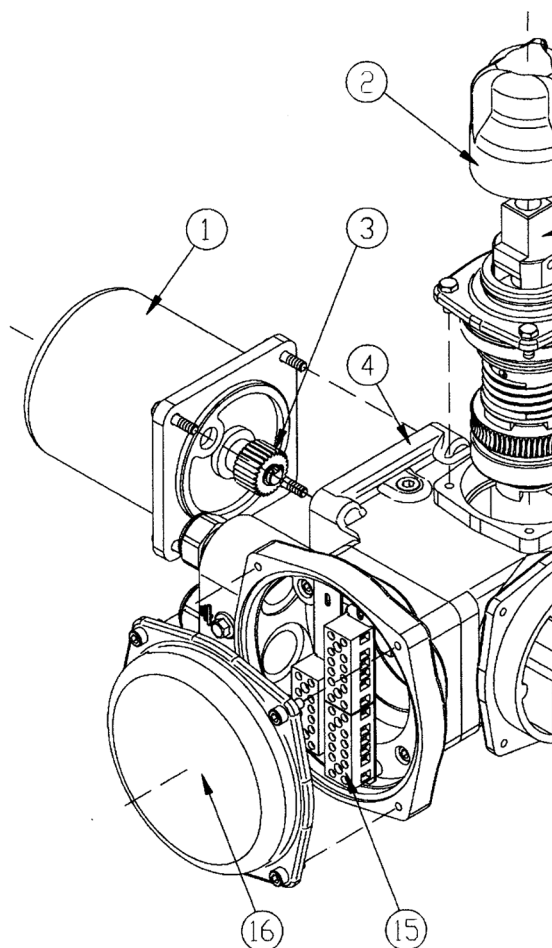
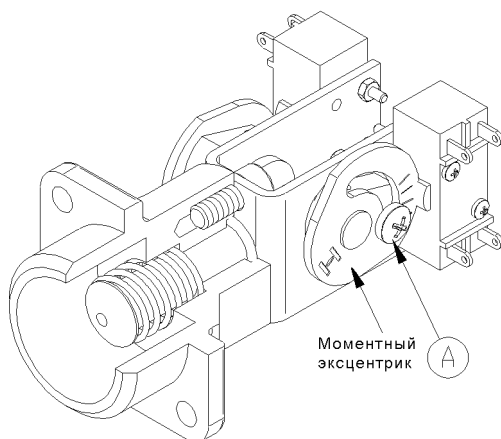

Рис.1 Электропривод ГЗ-А.70
Рис.3 Ограничитель крутящего момента
Электродвигателя (1), червячного редуктора (9, 10), двухсторонней муфты ограничения крутящего момента (моментная муфта) (10, 11, 12), ограничителя хода выходного вала (14), индикатора положения затвора арматуры (13), рычага переключения режимов работы (6), выходного вала (7) и корпусных деталей (рис. 1).
Ограничитель хода выходного вала состоит из микровыключателей (31, 32, 33, 34), кулачков (30), размещенных на валу индикатора положения затвора (13), потенциометра (42) – (если он установлен), шестерни потенциометра (43), которая соединена с индикатором положения затвора (13) (рис. 1, рис. 2).
При ручном управлении вращение от рычага переключения режимов (6) (рис. 1) передается на выходной вал (7) электропривода. Один оборот рычага соответствует одному обороту выходного вала.
Ограничитель хода выходного вала (14) (рис. 1) непосредственно подсоединен через шестерню (5) к выходному валу. После надлежащей настройки ограничителя хода выходного вала индикатор положения затвора арматуры (13) соответствует определенным положениям затвора арматуры независимо от режима работы привода - ручного или электрического.
При достижении предварительно установленной величины крутящего момента в положении ЗАКРЫТО или ОТКРЫТО, либо в случае аварийного заклинивания штока затвора арматуры в промежуточном положении, выходной вал с червячным колесом останавливается, а червячный вал (10), ввинчиваясь в венец червячного колеса (9), вследствие продолжающегося вращения ротора электродвигателя, начинает перемещаться в осевом направлении, сжимая тарельчатые пружины (11) (рис. 1). Величина сжатия тарельчатых пружин определена необходимым усилием уплотнения затвора арматуры и устанавливается при настройке электропривода. Поступательное движение червячного вала приводит к перемещению вала ограничителя крутящего момента (12) (рис. 1). Вал ограничителя крутящего момента (рис. 3) поворачивает моментные эксцентрики, нажимая кнопки муфтовых микровыключателей, размыкает цепь управления питанием двигателя электропривода.